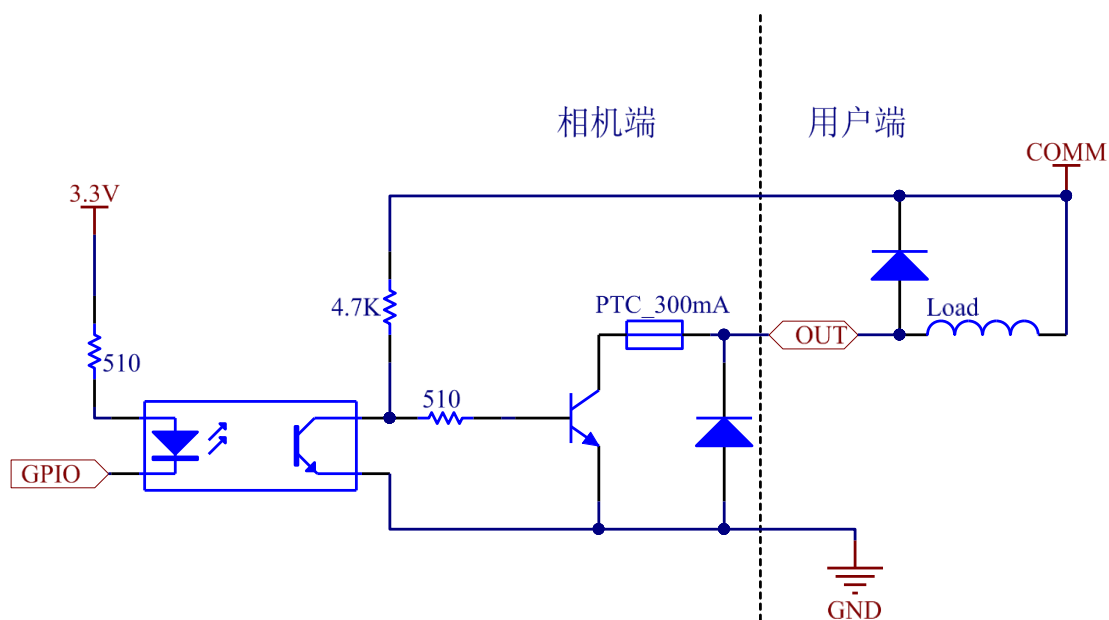

图 7 外接感性负载简图
2. 输出端接感性负载时，由于存在反电动势，需要外接一个续流二极管，如图 7 所示。